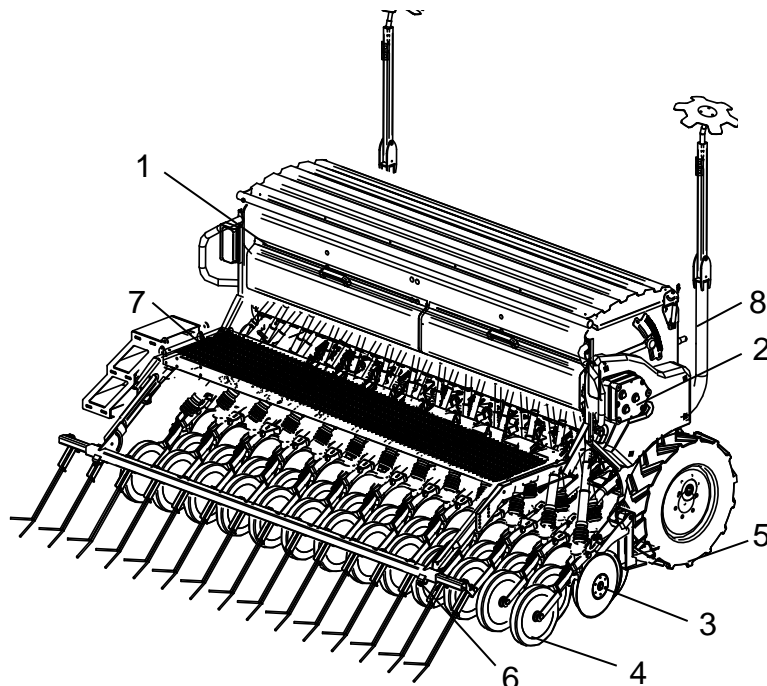

Abb. 3 Bau der Sämaschine
Die POLONEZ 550 PREMIUM-Sämaschine (Abb. 3) besitzt eine verstärkte, geschweißte Rahmenkonstruktion, die eine hohe Widerstandskraft besitzt. Der Saatgutbehälter (1) ist mit Keilen ausgestattet, welche das Entleeren erleichtern. Die Sämaschine ist mit den modernsten Nockenrad-Säapparaten (für feine und grobe Körner) und mit einem stufenlosen Getriebe (2) zur Einstellung der Saatgutdosis, ausgestattet. Die Funktion der Arbeitselemente übernehmen die selbstreinigenden Doppelscheibenschare (3) mit Tiefenführungsrollen (4). Die Sätiefe wird je nach Bodendichte, durch die Änderung der Position der Tiefenführungsrolle in Bezug zum Schar eingestellt.